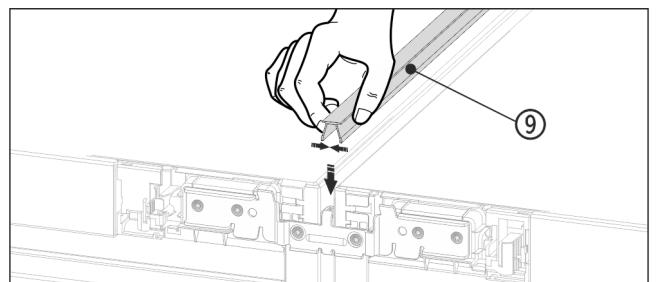

Fig. 20
- Na hornej strane zatlačte do medzery krátku kryciu líštu Fig. 20 (9).